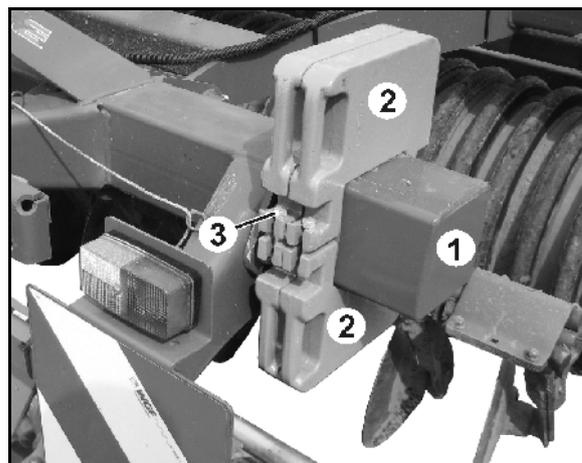

Fig. 15
1. Vissez le tube support (Fig. 15/1) avec 4 vis (Fig. 15/2) au châssis.
2. Vissez deux lests supplémentaires (Fig. 15/3) sur le tube support (Fig. 15/4) pour le bloquer.